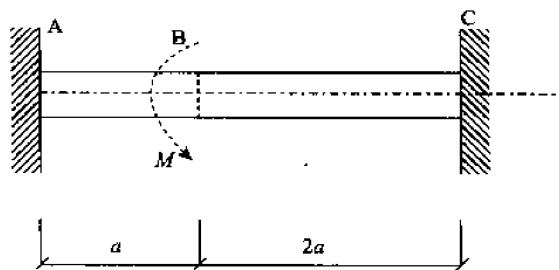

图 10-37
1. 两端固定的等直圆截面杆, 如图 10-37 所示, B 截面受外力偶 M 作用使杆扭转, M_A 和 M_C 分别为 A 端和 C 端的约束反力。则_____。